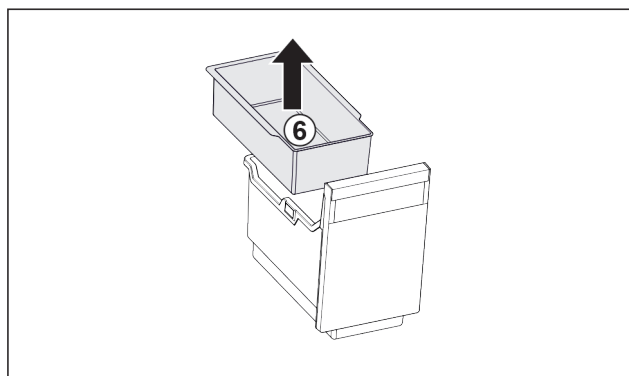

Fig. 34
- Rimuovere la vaschetta da agganciare Fig. 34 (6).